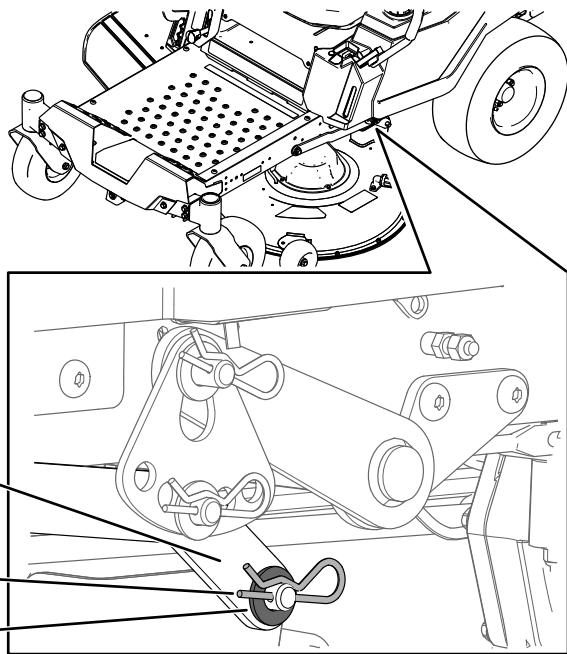

Figura 68
6. En un lado de la máquina, retire la arandela y la chaveta del pasador de la carcasa (Figura 68).
- Retire el brazo de elevación del pasador de la carcasa (Figura 68).
- En un lado de la máquina, levante la parte trasera de la carcasa de corte e instale el brazo de elevación en el pasador de la carcasa (Figura 68).
- Instale el brazo de elevación usando la arandela y la chaveta (Figura 68).